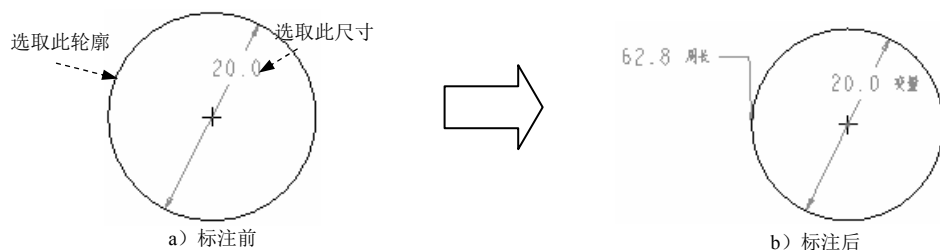

图 4.9.11 圆周长标注
(1) 标注圆的周长。
Step2. 此时系统弹出“选择”对话框，选择图 4.9.11 a 所示的轮廓，单击“选择”对话框中的 **确定** 按钮；再选择图 4.9.11 a 所示的尺寸，此时系统在图形中显示出周长尺寸。结果如图 4.9.11 b 所示。